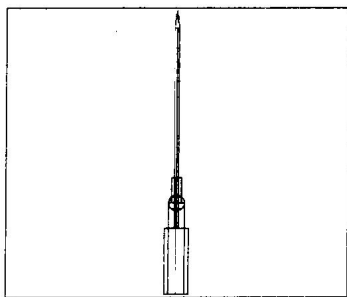

图 1-7
- ④ 继续输入@15, -100↵。
- ⑤ 继续输入c↵。结果如图 1-7 所示。